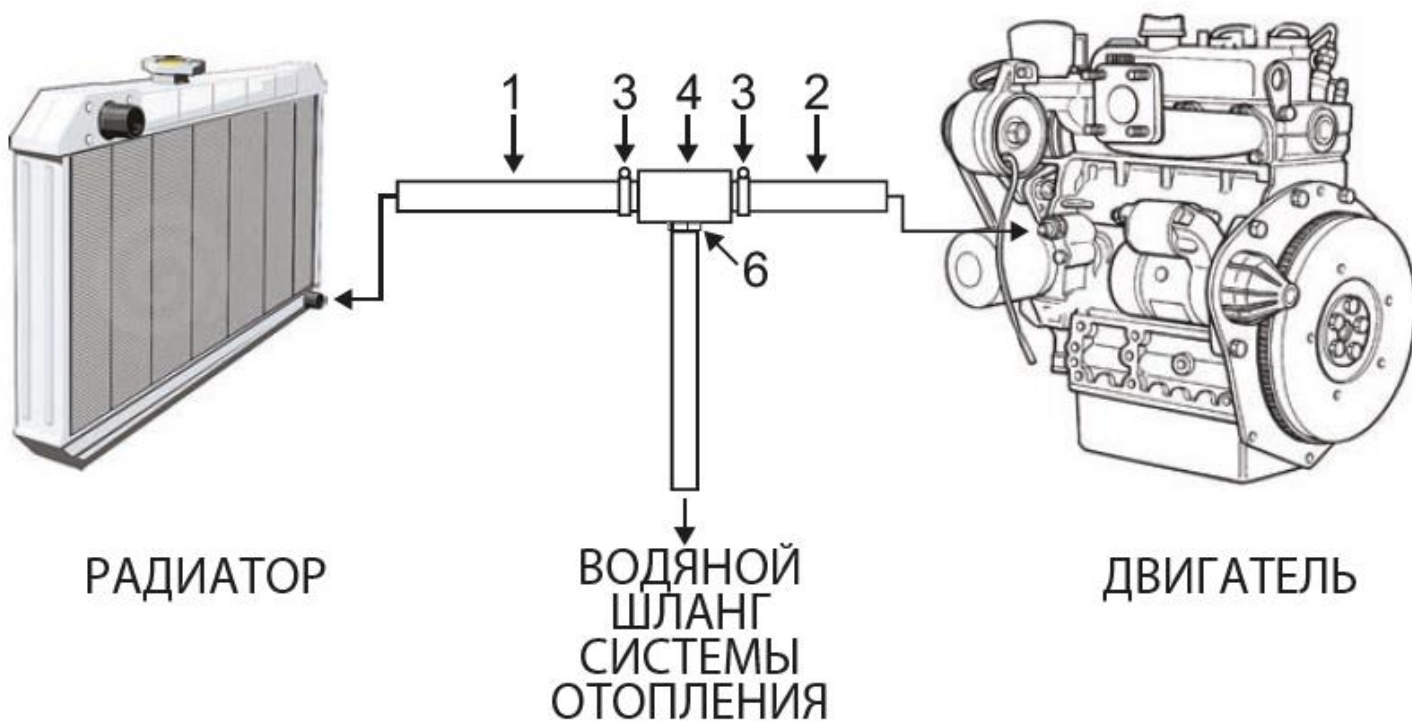
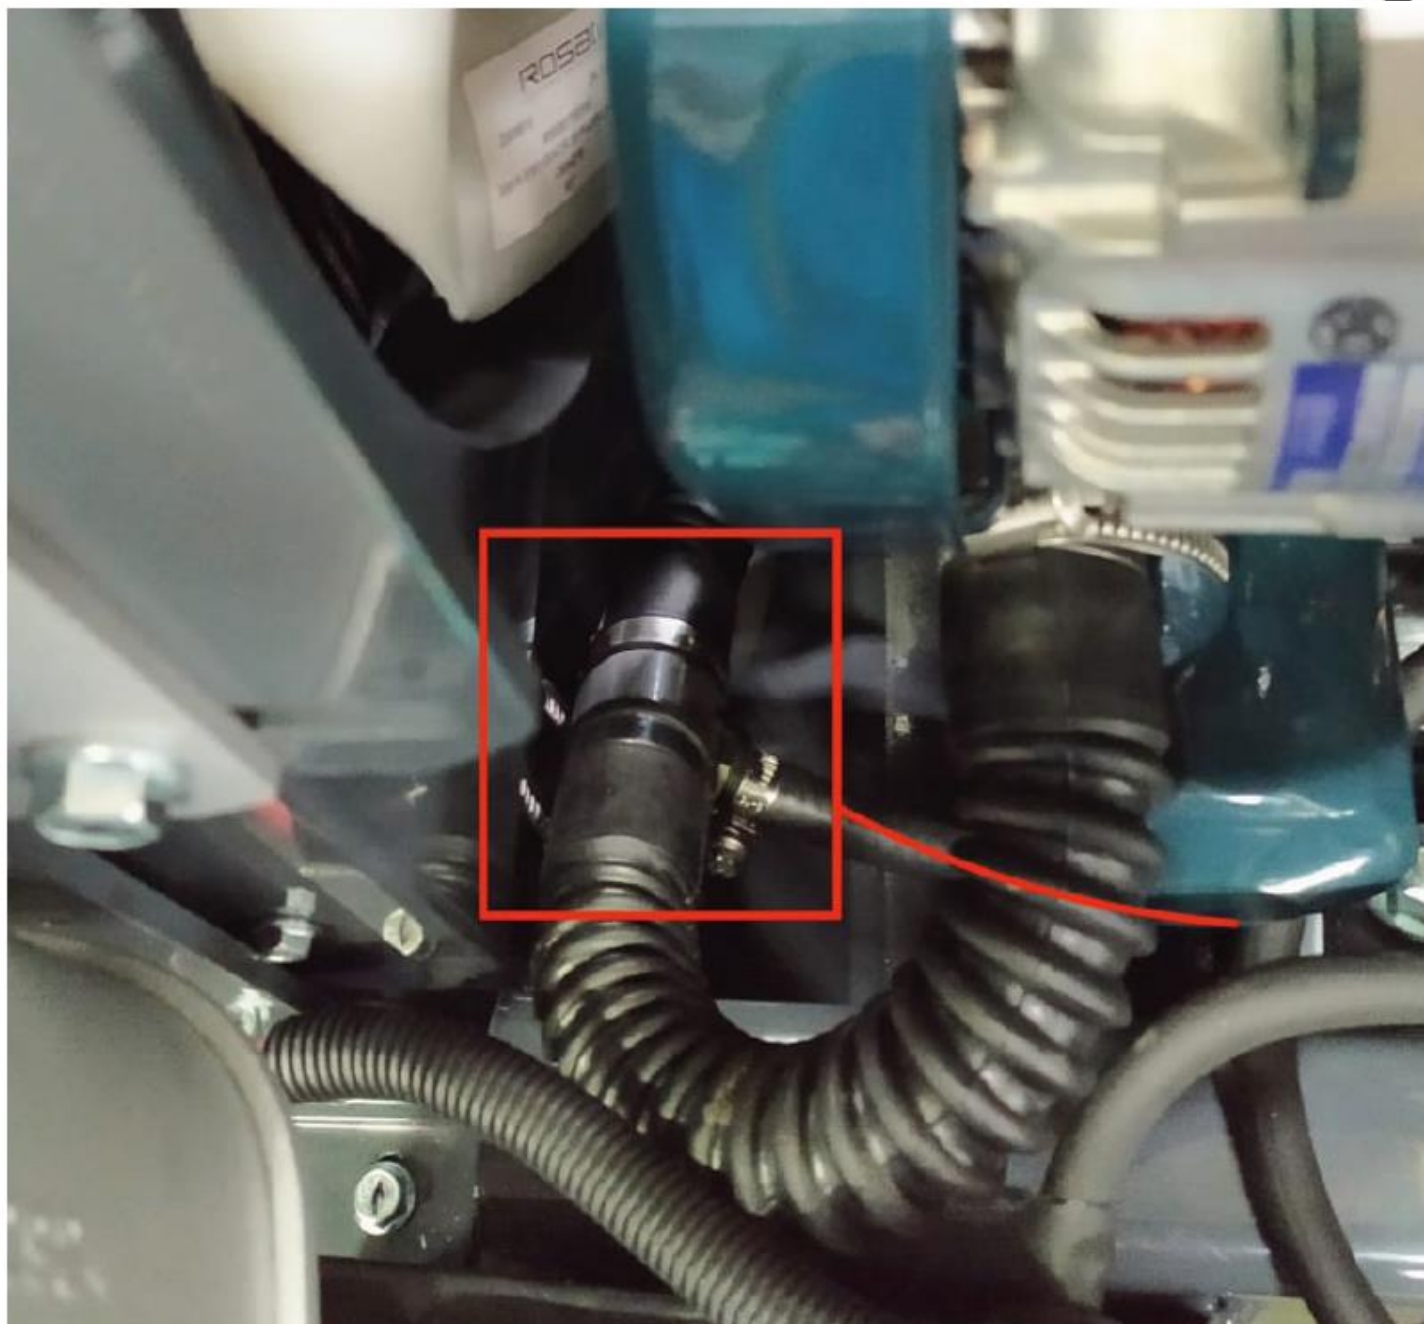

РИС.23
РИС.24
Установите ниппель (6) в Т-соединение (4) через резинометаллическую шайбу (5). Присоедините шланги (1) (2) к Т-соединению (4) и зафиксируйте их металлическими хомутами (3). Присоедините длинный шланг (1) к радиатору, а короткий шланг (2) к двигателю, и зафиксируйте их при помощи металлических хомутов. Присоедините водяной шланг системы отопления к ниппелю (6), установленному в Т-соединение (4) и зафиксируйте его при помощи стального хомута (РИС.23 и РИС.24))